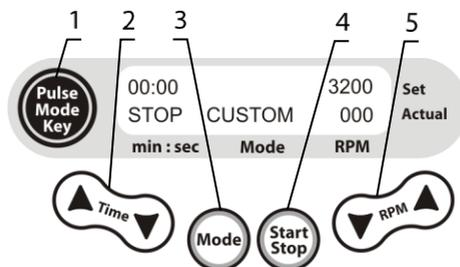

Fig. 3. Painel de controle
- 4.3. **Definindo o modo de trabalho.** Use a tecla **Mode** (fig. 3/3) para definir o modo de trabalho necessário: CUSTOMIZADO, LEVE, MÉDIO, FORTE, VÓRTEX DE TUBO. A operação nos modos LEVE, MÉDIO, FORTE e VÓRTEX DE TUBO difere do modo CUSTOMIZADO com um valor de velocidade fixo e não ajustável (ver parágrafo 5.2).
- 4.4.1. Defina o intervalo de tempo de trabalho necessário em minutos e segundos (incremento de 15 s) usando as teclas **Time ▲** e **▼** (fig. 3/2).
- 4.4.2. Ao usar o modo de trabalho **CUSTOMIZADO**, defina a velocidade necessária (incremento de 100 RPM) usando as teclas **RPM ▲** e **▼** (fig. 3/5).
- 4.5.2. Pressione a tecla **Start Stop** (fig. 3/4). A plataforma inicia o movimento e a exibição mostra a contagem regressiva do temporizador, na linha superior da tela.
- 4.6.2. Pressione a **tecla Pulse Mode** (fig. 3/1). A plataforma inicia o ciclo seguinte: aceleração – mistura curta (duração 3 s) – desaceleração. A tela mostra a indicação ▲▲▲▲ e a contagem regressiva do temporizador.